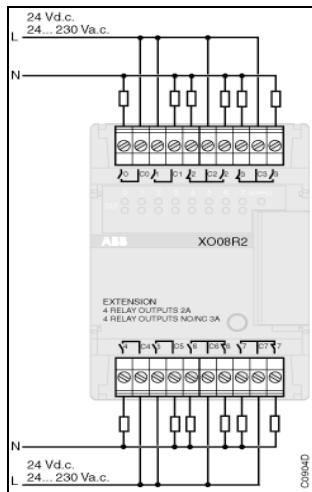

Figura 4-24: Extensión XO 08 R2
3.7. Extensión XO 08 R2 (ver Figura 4-24)